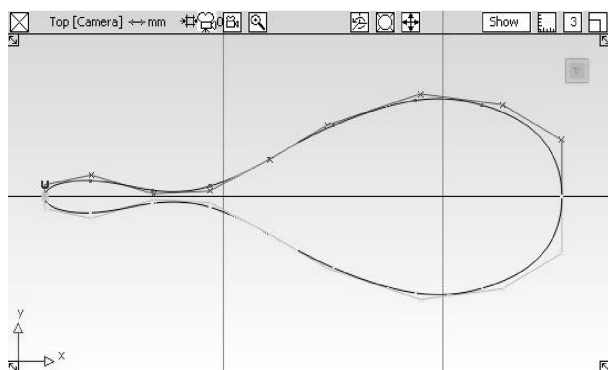

图 3-96 镜像曲线
- 50 单击对话框下方【Go】按钮，镜像曲线，如图 3-96 所示。